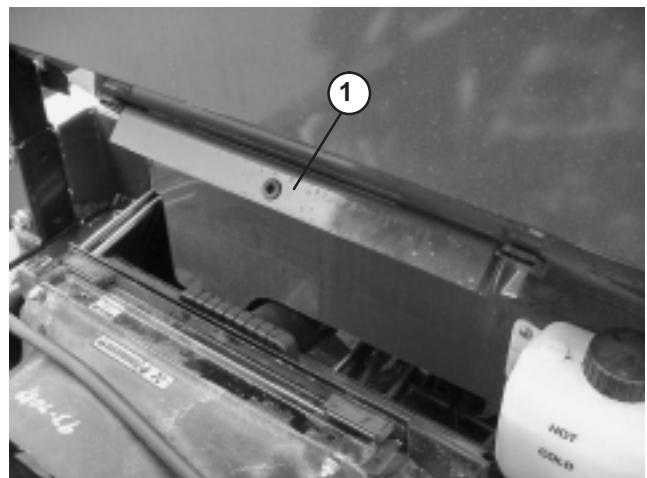

Bild 36
2. Nehmen Sie die Pritschenstütze aus den Einlagerungshalterungen hinten am Überrollbügel (Bild 36).